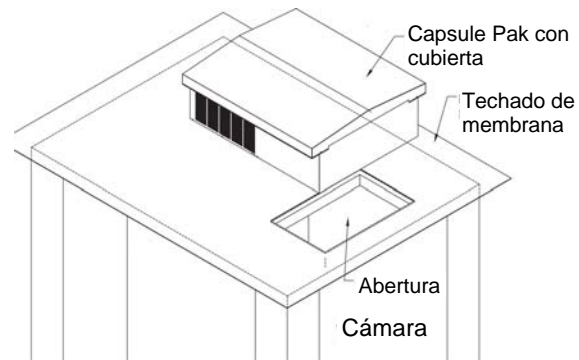

Figura 5
- Ajuste el sistema de refrigeración Capsule Pak™ sobre la abertura en el reborde. Retire la caja de la parte del sistema de la unidad de condensación y perforo dos orificios de 1,42 cm (9/16 pulg.) a través de la base del sistema, el material de techado de membrana y la sección del techo espumada. Los orificios deben estar en lados opuestos de la unidad. Inserte un vástago de nylon roscado de 1,27 cm (1/2 pulg.) en cada orificio y coloque una arandela y una tuerca en el extremo del vástago de nylon roscado de la unidad de condensación. Coloque la segunda arandela y tuerca en el interior del acceso total apriete para que quede seguro. Vuelva a colocar la caja y ajuste la cubierta exterior con los tornillos de hincadura proporcionados. Consulte la Figura 5. Se proporcionan los vástagos de nylon, las arandelas y las tuercas.